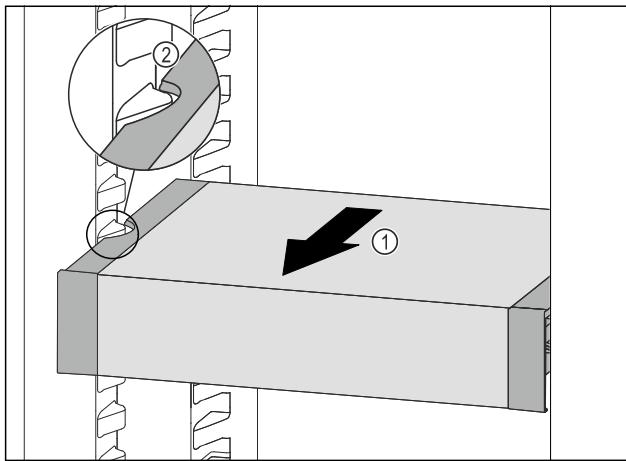

Fig. 57
- VarioSafe vucite prema naprijed Fig. 57 (1) sve dok se bočni otvori ladice VarioSafe ne nađu na visini žlijeba spremnika u hladnjaku. Fig. 57 (2)